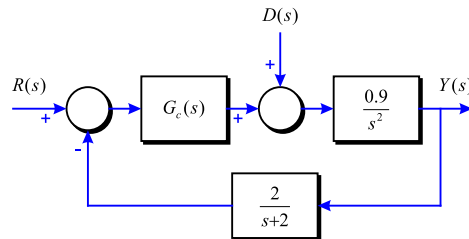

Figura 5-14
**Problema 148** Donat el sistema de la Figura 5-14 dissenyeu un controlador PID per obtenir una resposta al graó unitari amb un sobrepic  $SP \leq 5\%$ , un temps d'establiment  $t_{s \pm 2\%} \leq 7.46$  s i un error estacionari nul degut a una pertorbació  $D(s)$  graó. Considereu el PID amb un zero doble.